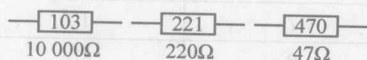

图1-7 用数码法标识的电阻器示意图
(3) 数码标识法。数码标识法就是用3位整数来表示电阻阻值的方法。数码从左向右前两位表示有效值,第三位表示乘以10的 n 次方或后面添加零的个数,单位为 Ω 。如:512J表示阻值为 $5\ 100\ \Omega$,误差为 $\pm 5\%$;393k表示阻值为 $39\ 000\ \Omega$,误差为 10% 。数码表示法常用来标识贴片电阻器或进口电阻器。用数码法标识的电阻器示意图如图1-7所示。